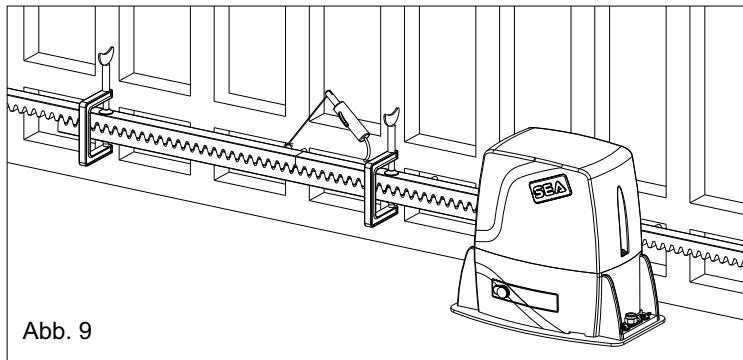

Abb. 9
5.4. Sich vergewissern, dass sämtliche Zahnstangenglieder bindig aneinandergereiht und ordentlich verlegt wurden (synchronisierte Verzahnung). Es wird empfohlen, zwei aneinandergereihte Glieder, einem dritten, wie in Abb. 9 gegenüberzustellen.